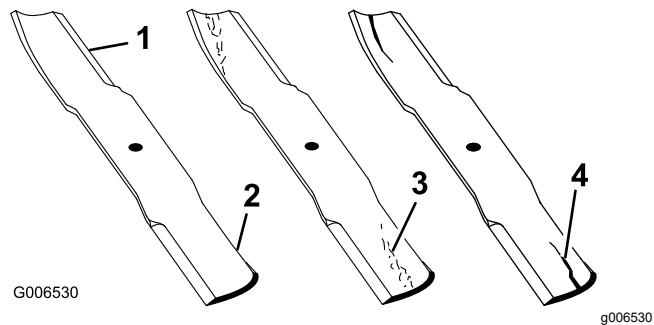

Figura 64
1. Ispécione as extremidades de corte (Figura 64).
4. Se verificar quaisquer fissuras, desgaste, ou a formação de ranhuras nesta área instale imediatamente uma lâmina nova (Figura 64).